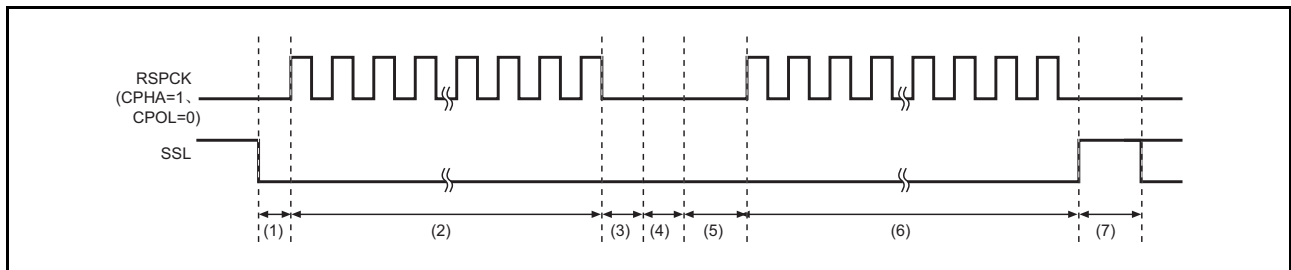

图 17.16 使用 SSLKP 位的突发传送运行例子
通过设定 SPCMD0 和 SPCMD1 来实现突发传送时的 SSL 信号例子如图 17.16 所示。以下说明图 17.16 中记载的 (1) ~ (7) 的运行内容。SSL 输出信号的极性取决于从属选择极性寄存器（SSLP）的设定值。
如果在 SSLKP 位被置“1”的 SPCMD 中设定的 SSL 信号输出和在下次传送所使用的 SPCMD 中设定的 SSL 信号输出不同，此模块就在下次传送命令所对应的 SSL 信号有效时（图 17.16 的 (5)）切换 SSL 信号状态。必须注意：如果切换 SSL 信号，就可能因驱动 MISO 的从属设备发生竞争而引起信号电平的冲突。